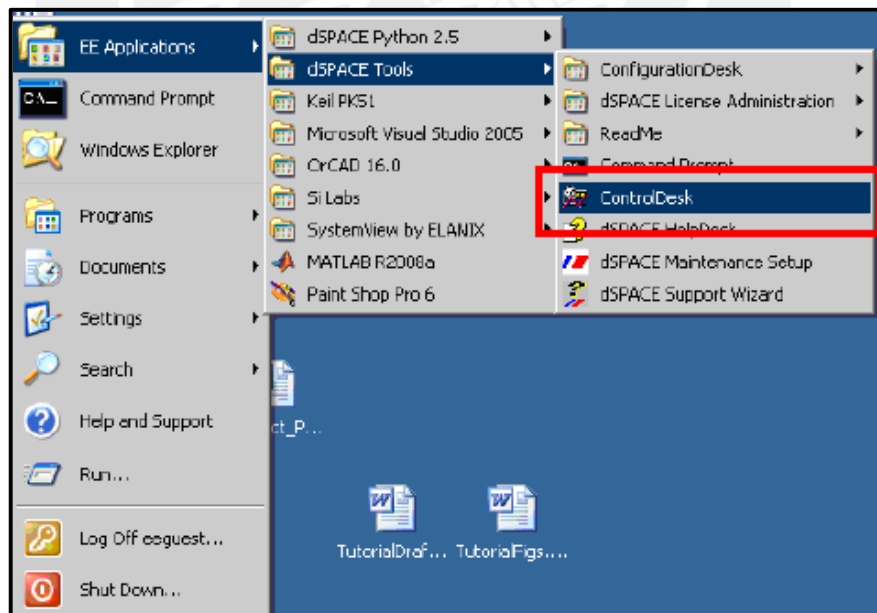

Fig. 2.1. Ubicación del icono de ControlDesk en el menú Inicio
- Abrir *ControlDesk* (**Programs – dSPACE Tools – ControlDesk**) desde el menú Inicio como se muestra en la Fig. 2.1